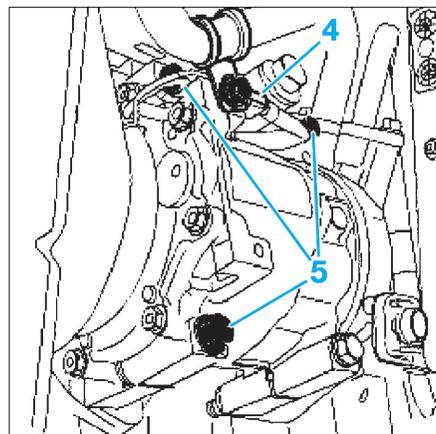

Fig. 2
- Débrancher le connecteur (4) du compresseur (Fig.2).